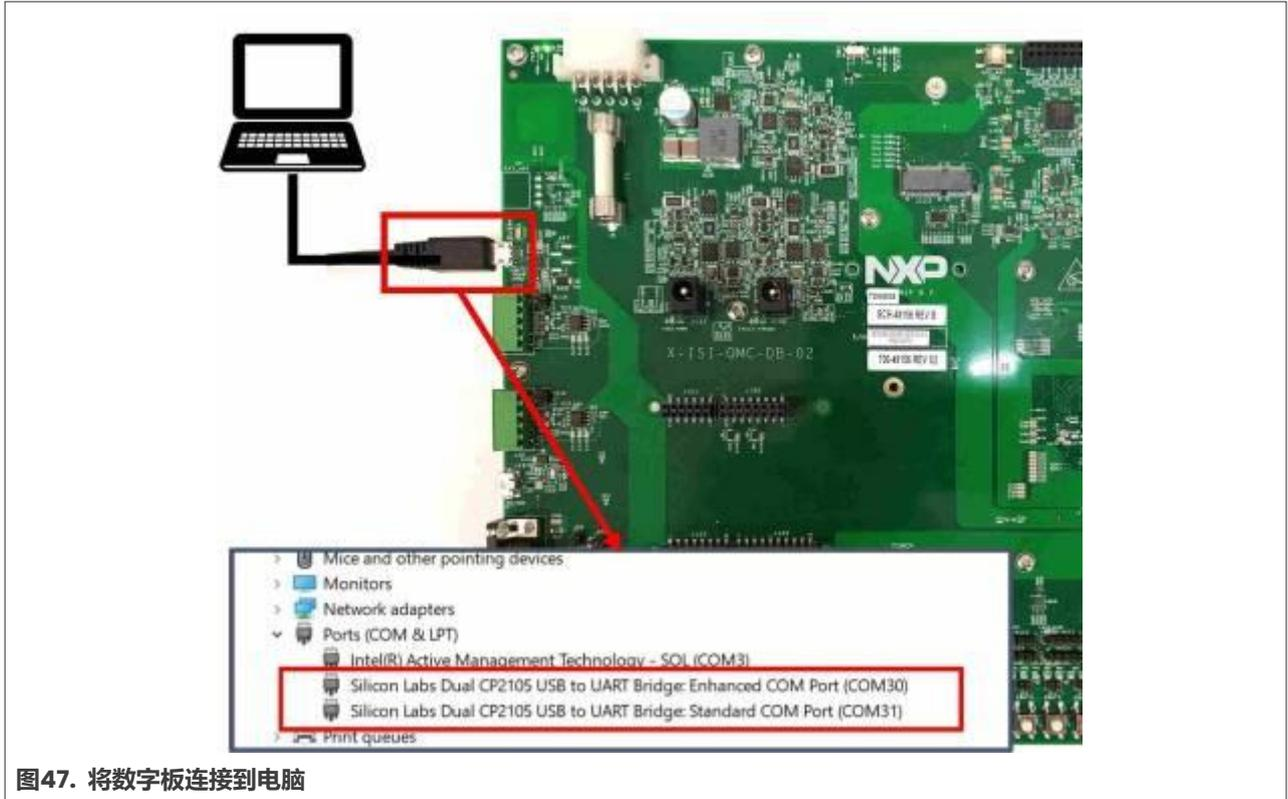
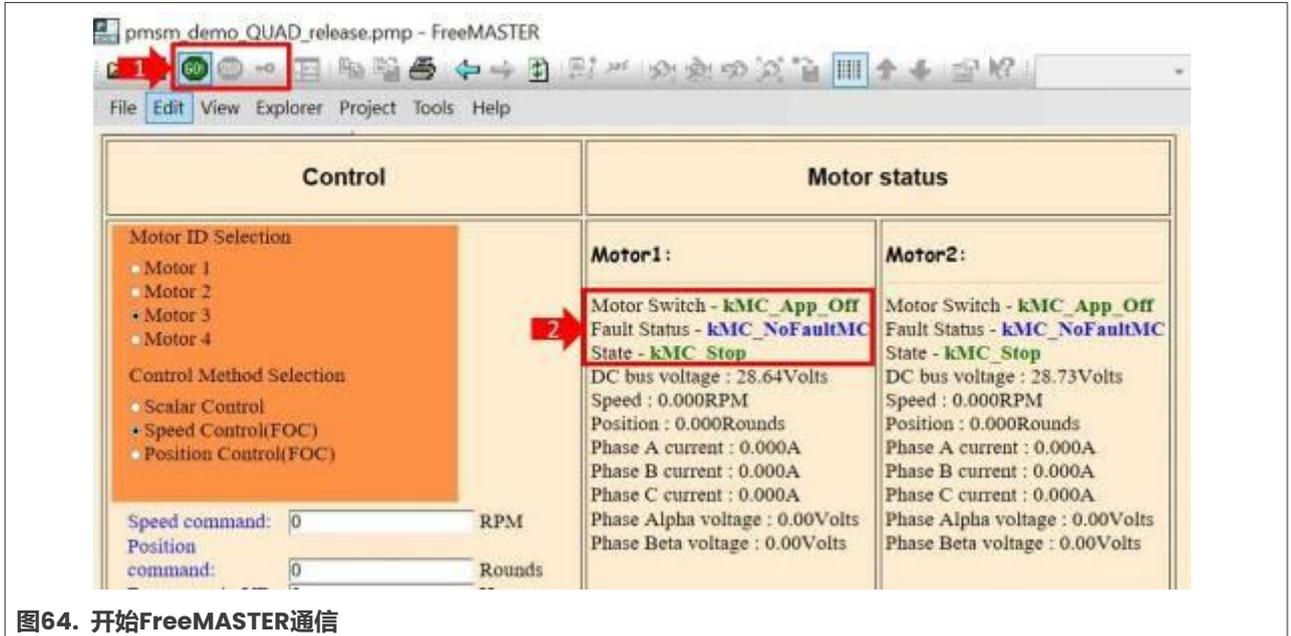

图47. 将数字板连接到电脑
图64. 开始FreeMASTER通信
- 如果您还没有这样做，请如图47所示，使用J48连接器将数字板连接到电脑。
2. 打开与子卡的FreeMASTER通信，如图64所示。在执行此步骤前，请确保数字板通过J48微型USB连接器连接到电脑（见图47）。